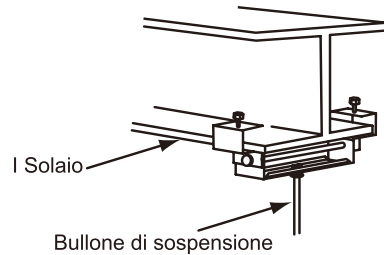

Fig. 3.4. Montaggio dei bulloni di sospensione
- (3) Verificare che il soffitto sia ad un livello orizzontale, altrimenti il drenaggio non può fluire.
- (4) Rafforzare i componenti dell'apertura del controsoffitto.
- (5) Montare i bulloni di sospensione, come mostrato nella Fig. 3.4.